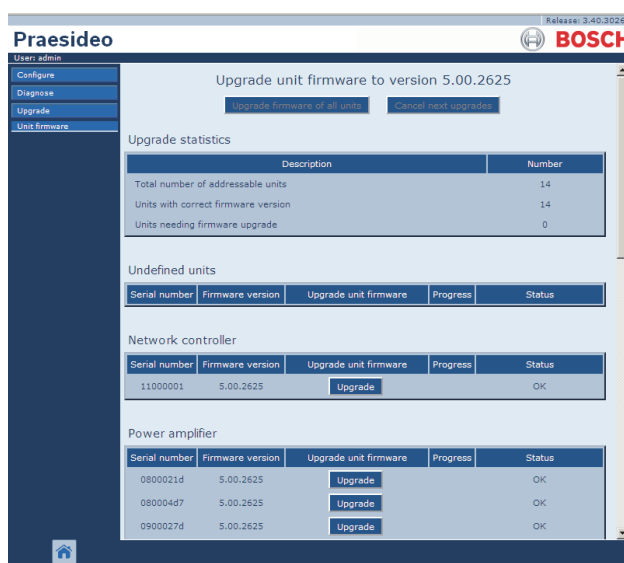

figura 37.9: Página de actualização do firmware da unidade
- 6 Clique no botão *Upgrade unit firmware* na barra de navegação para abrir o menu *Upgrade unit firmware*. Aparece um ecrã semelhante ao da figura 37.9. O título da página apresenta o número da versão do firmware que o sistema espera. O número da versão do firmware que está a ser executado no momento é apresentado no campo *Firmware version*.